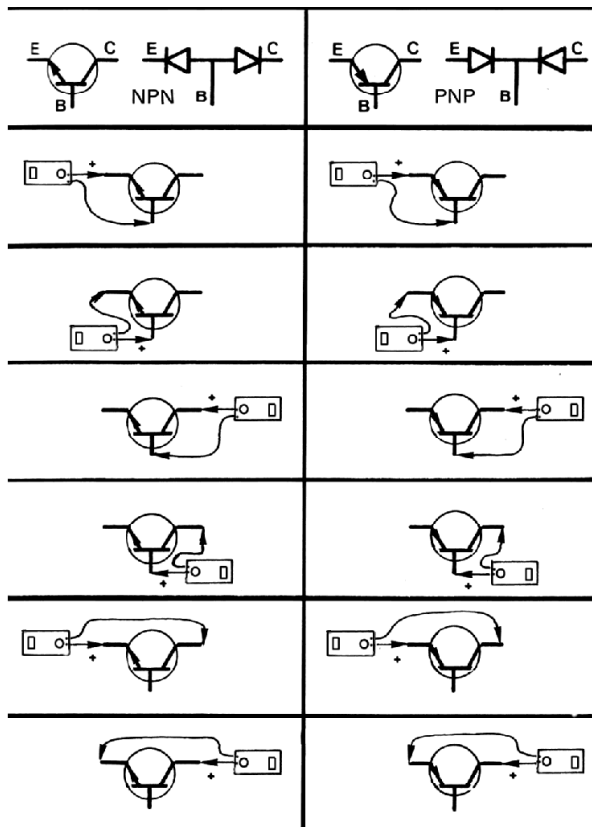

Figura 1.55
- 2) Identifique por medio de las hojas de especificaciones del fabricante, los pines del transistor que corresponden a: la base (B), el emisor (E) y el colector (C) y que tipo de transistor es (PNP ó NPN).
- 4) Conecte las puntas de prueba del multímetro a los pines del transistor que está comprobando, en el orden y polaridad que se presenta la figura 1.55, con ayuda de las pinzas para conexión eléctrica.
- 4) Sitúe el multímetro en ohmímetro y conecte las puntas de prueba del multímetro a los pines del termistor que está comprobando, con ayuda de las pinzas de conexión eléctrica, como se presenta en la Figura 1.55. Observe la lectura del multímetro y anótelas en la tabla 5, en la columna de resistencia que corresponde a la temperatura ambiente.